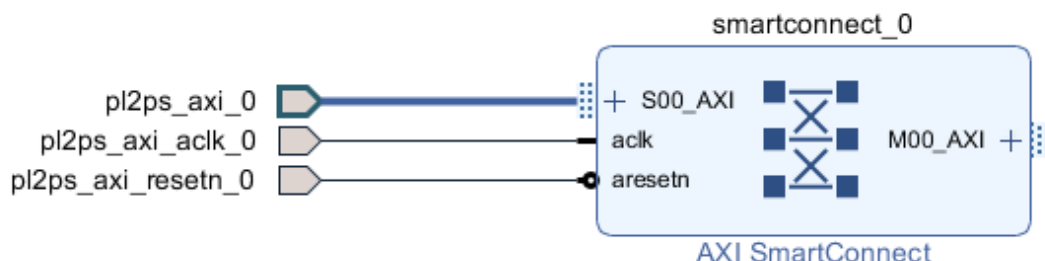

图 1-22 PL 输出给 PS 信号
- 3) 导出 AXI Smartconnect 核的 S00_AXI、aclk、aresetn 接口，并参考步骤 1，将信号依次重命名为 pl2ps_axi_0、pl2ps_axi_aclk_0、pl2ps_axi_resetn_0。完成后如图 1-22 所示：